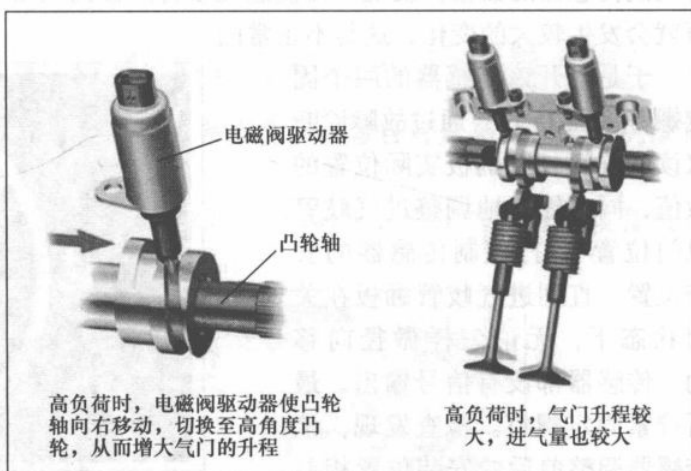

图 1-7 奥迪 A4L 2.0L-TFSI 轿车的
(2) 每个气门对应两个不同外径的凸轮，当发动机的负荷较小、转速较低时，使用小凸轮形状部分，此时气门的升程较小；当发动机的负荷较大、转速较高时，切换到大的凸轮形状部分，此时气门的升程较大。
(3) 在每个凸轮件的上方布置了两个驱动器（即电磁阀），大小凸轮的切换由这两个驱动器来完成。该驱动器被电控单元激活后，金属销伸出来，并且插入凸轮件的滑槽内，从而在凸轮轴转动的过程中完成气门升程的切换，其中一个负责从气门小升程切换到大升程，另一个负责从气门大升程切换到小升程（图 1-7）。